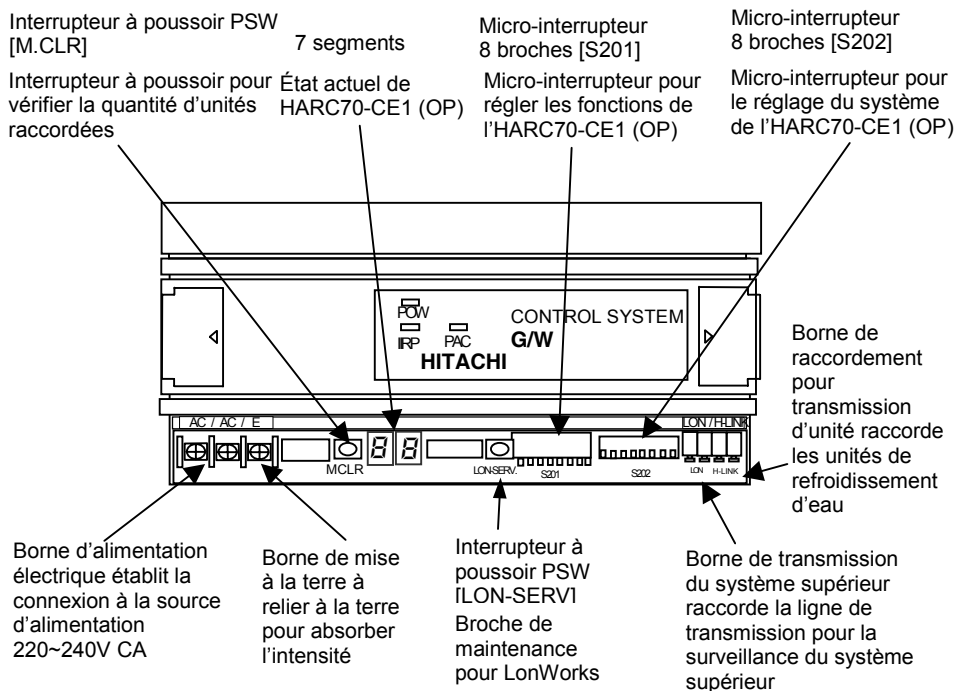

Fig. 1.4. Noms des bornes et des parties de réglage des micro-interrupteurs
Les noms et fonctions sont indiqués sur la Fig. 1.4. Ceci montre la figure sans le couvercle d'HARC70-CE1 (OP). Pour la méthode de raccordement de chaque borne et l'installation des micro-interrupteurs, veuillez lire la « section 4 ».